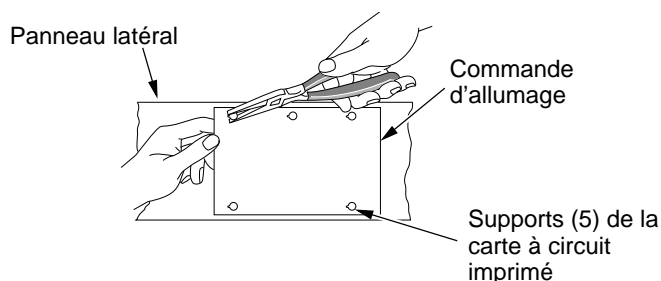

Figure 29 - Retrait de la carte à circuit imprimé
3. À l'aide d'une pince à bec de canard, pincer l'ergot situé sur le support de la carte à circuit imprimé et lever la commande d'allumage en la saisissant par le bord (voir Figure 29). Procéder de même pour les quatre autres supports de la carte à circuit imprimé puis retirer la commande.